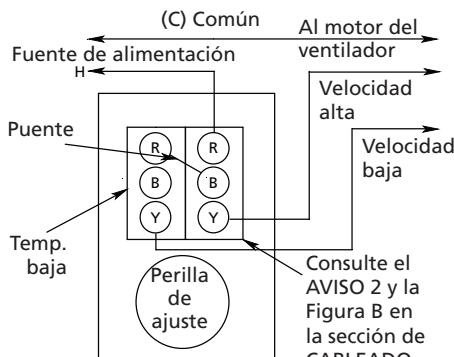
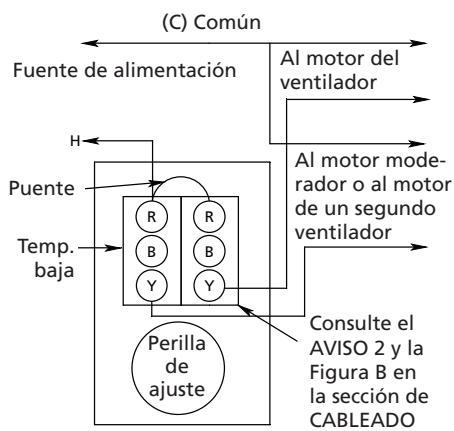

Figura 4 – Termostatos SPDT/SPDT de Dos Etapas en Control de un Ventilador de Ventilación de Dos Velocidades
Figura 5 – Termostatos SPDT/SPDT de Dos Etapas en Control de un Ventilador de Ventilación de Velocidad Única y de un Motor Moderador de Aumento de Volumen
La Figura 4 muestra el cableado para controlar un ventilador de ventilación de dos velocidades. Cuando el elemento de control alcanza los ajustes de la perilla, el interruptor de baja temperatura arranca el ventilador a velocidad baja. Si la temperatura ambiente continúa aumentando, el interruptor de temperatura alta le suministra alimentación eléctrica al devanado de alta velocidad del motor.
La Figura 5 muestra un SPDT/SPDT conectado de forma típica para una aplicación de ventilador de dos velocidades. El motor moderador será energizado cuando la temperatura alcanza el ajuste de la perilla. Si la temperatura continúa aumentando, el motor del ventilador será energizado por el interruptor de temperatura alta.
3. Termostatos con interrupción SPDT/SPDT de 2 etapas: Si la conexión es similar a la Figura 4, el ventilador deberá activarse a aproximadamente la temperatura ambiente y deberá cambiar a alta velocidad, al girarse la perilla hacia la izquierda a un ajuste de temperatura más baja. Si el cableado es similar a la Figura 5, el moderador deberá abrirse al girarse la perilla hacia la izquierda (a un ajuste de temperatura más baja). Los dispositivos deberán funcionar en la secuencia inversa cuando se gira la perilla hacia la derecha.